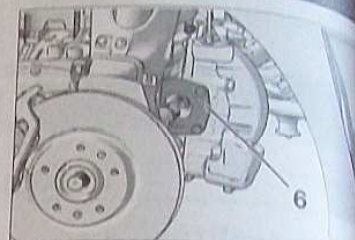

FIG.3
- Monter systématiquement une bague d'étanchéité neuve en sortie de différentiel. Pour le côté gauche, il est nécessaire de déposer l'appui de roulement (6) (Fig.3).